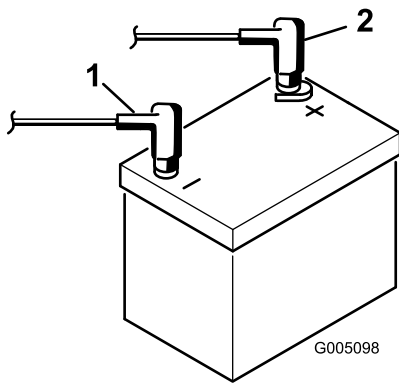

Figura 7
- Instale o cabo positivo (vermelho) no terminal positivo (+) e o cabo negativo (preto) no terminal negativo (-) da bateria e fixe-os com os parafusos e as porcas (Figura 7). Coloque a proteção de borracha sobre o terminal positivo para evitar um curto-circuito.